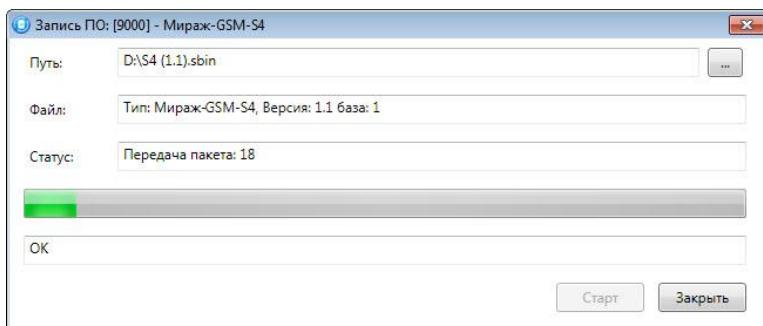

Рисунок 6.1 — Окно Запись ПО
2. В открывшемся окне *Запись ПО* (см. рисунок 6.1) укажите путь к файлу новой версии встроенного ПО контроллера на вашем ПК (файл имеет расширение **.sbin**) и нажмите кнопку *Старт*.